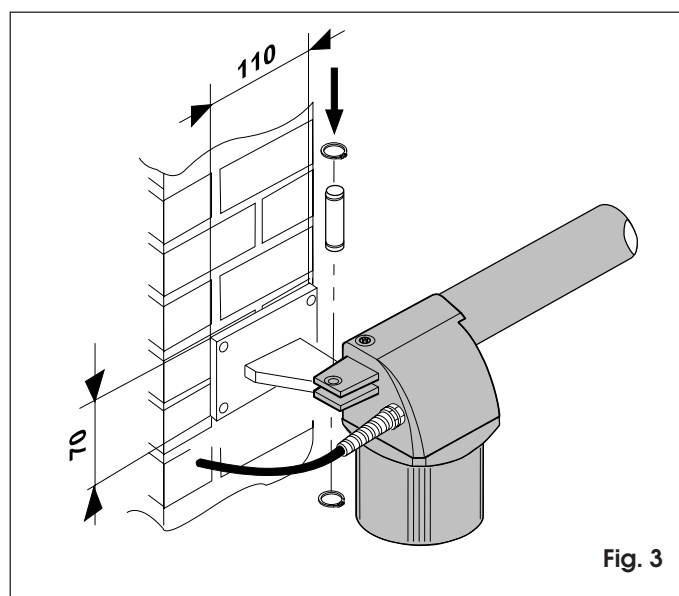

Fig. 3
Dans le cas de pilier en maçonnerie, prévoir d'abord la pose d'une plaque d'ancrage sur le pilier (fig. 3), puis souder la patte d'attache sur la plaque.
- 2) Fixer l'opérateur à la patte d'attache arrière au moyen des vis fournies (fig. 3).
**Attention:** Les opérateurs fournis dans le kit sont en version droit et gauche. Pour une installation correcte, l'opérateur doit être positionné comme indiqué fig. 3. Par opérateur droit, on désigne l'opérateur monté sur le vantail droit vu de l'intérieur; par opérateur gauche, on désigne l'opérateur monté sur le vantail gauche toujours vu de l'intérieur.